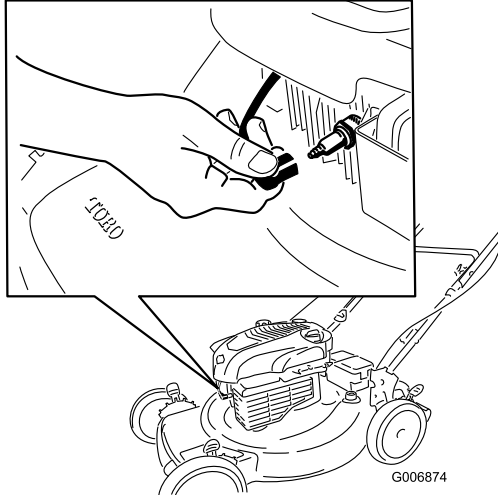

Figura 23
2. Scollegate il cappellotto dalla candela ed agganciatelo al piolo di sostegno. (Figura 23) prima di iniziare qualsiasi intervento di manutenzione.